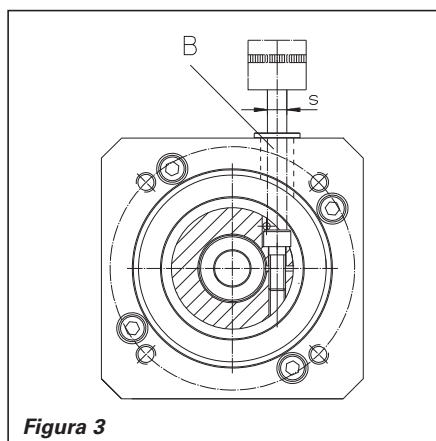

Figura 3
caso de montagem com eixo adaptador, também o parafuso de aperto (3.40.080), no anel de aperto. Para isso, passar a extensão da chave dinamométrica pelo orifício de montagem (B) (figura 3). Ver torque de aperto M_A no quadro.